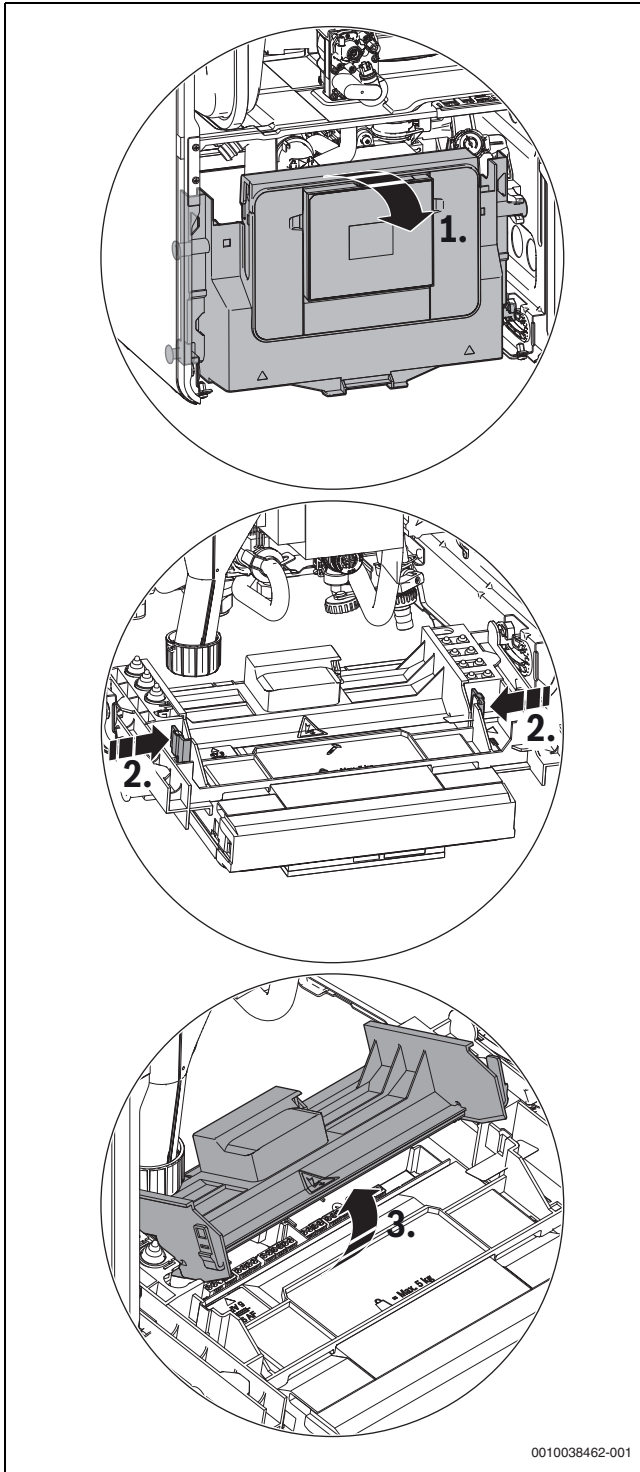

Bild 39 Abdeckung aufklappen
- ▶ Steuergerät nach unten klappen (→ Bild 39).